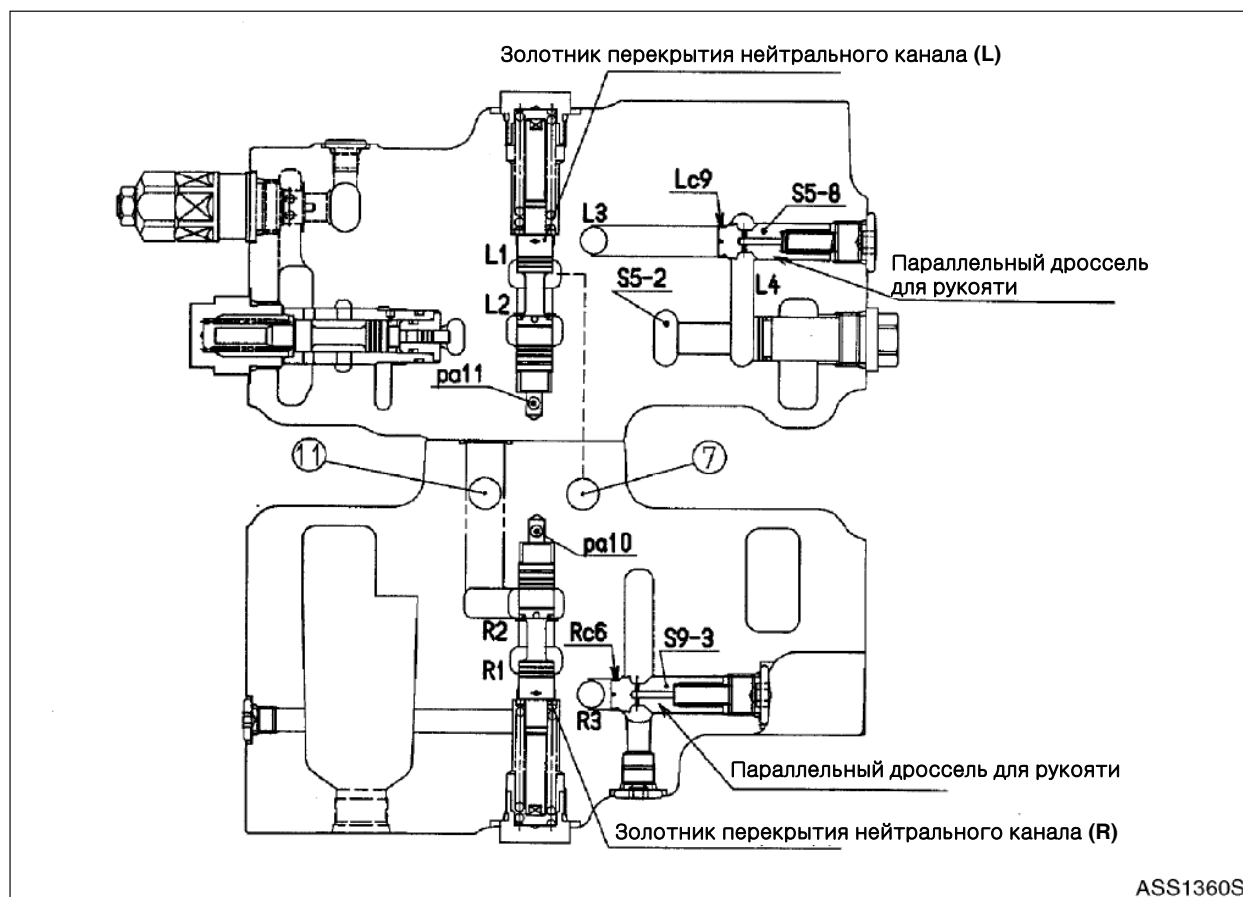

Рис. 11
## Переключение золотника перекрытия нейтрального канала (рис. 11)
## Параллельный дроссель для рукояти (рис. 11)
2. Параллельный контур рукояти 2 (секция 9) после сужения в дросселе (Rc6) в тарелке (S9-3) позволяет маслу из параллельного канала (R3) соединиться с маслом в канале (S9-2, рис. 11).